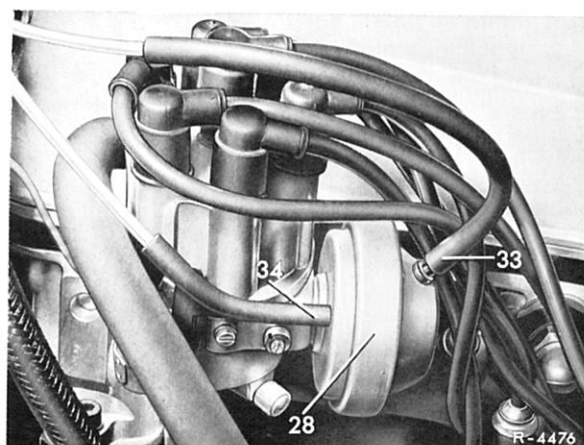

Bild 14-13/2
Das Dreiwegeventil wird über ein Relais des Relaiskastens (5) von dem 17°C-Temperaturschalter (7) im Zylinderkopf, dem 100°C-Temperaturschalter (8) im Thermostatgehäuse und dem Drehzahlrelais (4) gesteuert (Bild 14-13/3).